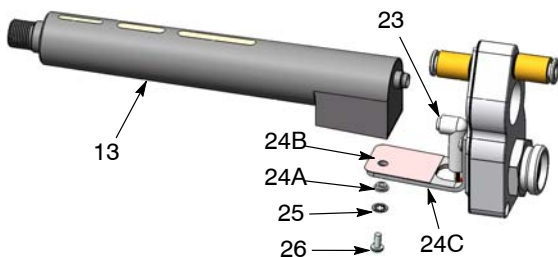
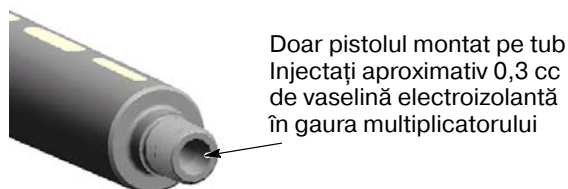

Figura 29 Înlocuirea multiplicatorului
Figura 33 Gresarea găurii multiplicatorului - Pistol montat pe tub
4. A se vedea Figura 29. Desfaceți șurubul (26) și șaiba de blocare (25), apoi desfaceți multiplicatorul (13) din suportul (24C).
5. Deconectați fișa cablajului (23) de la multiplicator.
1. A se vedea Figura 29. Conectați fișa cablajului (23) la multiplicator (13).
3. Fixați multiplicatorul pe suport cu ajutorul șurubului (26) și al șaibei de blocare (25).
4. Doar pistolul montat pe tub: A se vedea Figura 33. Injectați aproximativ 0,3 cc de vaselină electroizolantă în gaura multiplicatorului așa încât să fie aproximativ 75% plină.
2. A se vedea Figura 33. Injectați aproximativ 0,3 cc de vaselină electroizolantă în gaura multiplicatorului așa încât să fie aproximativ 75% plină.